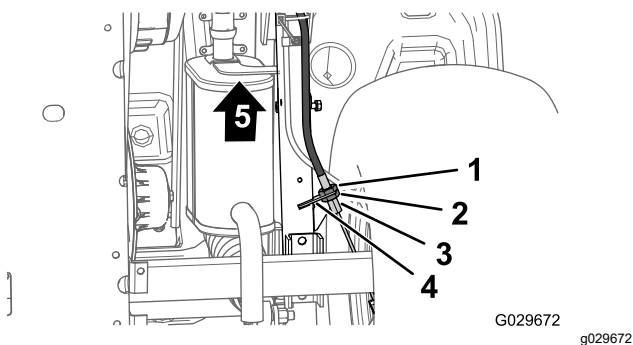

Bild 63
3. Lockern Sie an der Unterseite der Maschine die hintere Klemmmutter für den Gewindeeinsteller des Feststellbremszugs um vier Umdrehungen (Bild 63).
4. Ziehen Sie die vordere Klemmmutter an (Bild 63).
- A. Lockern Sie die vordere Klemmmutter (Bild 63) für den Gewindeeinsteller des Feststellbremszugs um eine Umdrehung.
- B. Ziehen Sie die hintere Klemmmutter an (Bild 63).
- A. Lockern Sie die hintere Klemmmutter (Bild 63) für den Gewindeeinsteller des Feststellbremszugs um eine Umdrehung.
- B. Ziehen Sie die vordere Klemmmutter an (Bild 63).